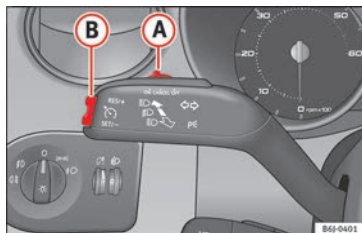

Fig. 148 Palanca de intermitentes y de luz de carretera: mando y tecla basculante para el regulador de velocidad.
la parte inferior de la tecla basculante **SET** » **fig. 148 B** una vez.
- Presione la parte superior de la tecla basculante **RES** » **fig. 148 B** para aumentar la velocidad. El vehículo acelerará mientras mantenga la tecla presionada. Al soltar la tecla quedará memorizada la nueva velocidad.
- Presione la parte inferior de la tecla basculante **SET-** » **fig. 148 B** para reducir la velocidad. El vehículo reducirá la velocidad desacelerando automáticamente mientras mantenga la tecla presionada. Al soltar la tecla quedará memorizada la nueva velocidad.
Si se reduce la velocidad programada pisando el pedal del freno, se desactiva el regulador de velocidad. Si quiere activar de nuevo el regulador, bastará con presionar una vez la parte superior de la tecla basculante **RES+** » **fig. 148 B**.